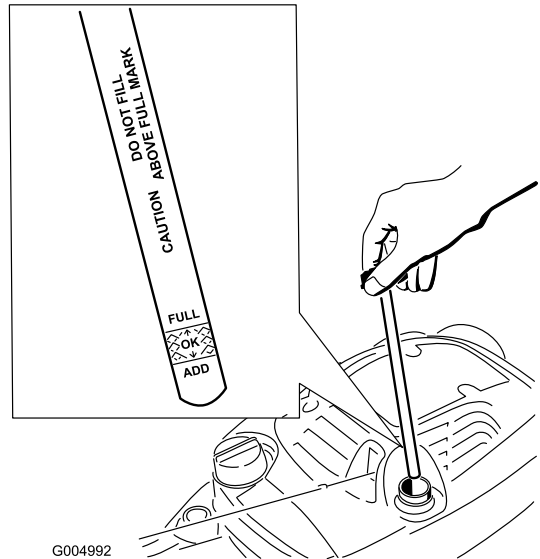

Figura 6
1. Retire la varilla (Figura 6).
2. Vierta **lentamente** aceite en el tubo de llenado hasta que el nivel llegue a la marca **Full** de la varilla (Figura 6). **No llene demasiado.** (Capacidad máxima: 0,6 l (20 onzas), tipo: SAE 30W, aceite detergente con clasificación de servicio API SF, SG, SH, SJ, SL o superior.)